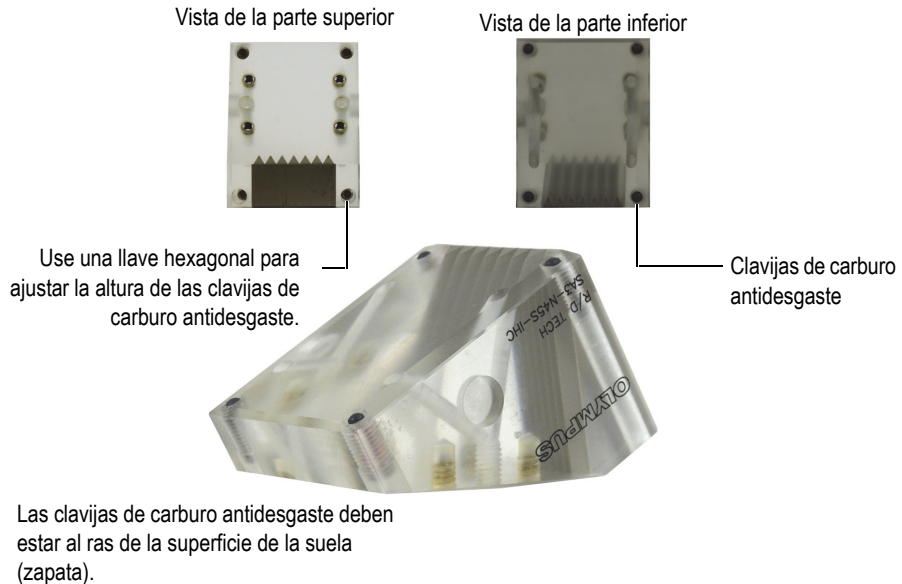

Figura 2-17 Ajuste de las clavijas de carburo antidesgaste de la suela (zapata)
Las suelas (zapatas) están diseñadas para albergar una sonda convencional o PA a fin de asegurar una propagación acústica del ultrasonido adecuada a través de la superficie bajo inspección y orientar el acoplante de forma correcta. Para limitar el desgaste de la suela (zapata), es posible introducir clavijas de carburo antidesgaste en cada esquina de la superficie de contacto de la suela (zapata) [ver Figura 2-17 en la página 53].
- ◆ Use una llave hexagonal para ajustar la altura de las clavijas de carburo antidesgaste en cada suela (zapata) instalada. Asegúrese de que la parte expuesta de cada clavija esté al ras de la superficie de la suela (zapata) [ver Figura 2-17 en la página 53].